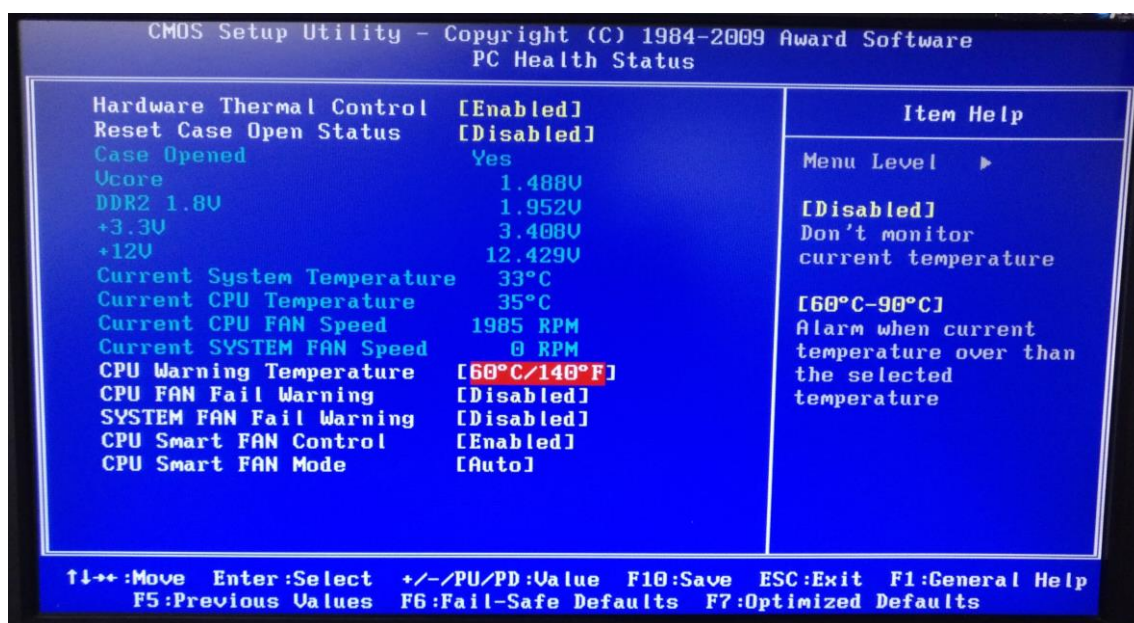

Imagen 4: BIOS con alarma de fallo de ventilador CPU desactivada, alarma de temperatura de CPU a 60°, ventilador CPU desconectado en placa base.
- Caso 9: alarma de fallo de ventilador de CPU desactivada, alarma de temperatura de CPU activada a 60°, ventilador de CPU desconectado: pitido continuo cuando la temperatura de la CPU alcanza los 60° (imagen 4).